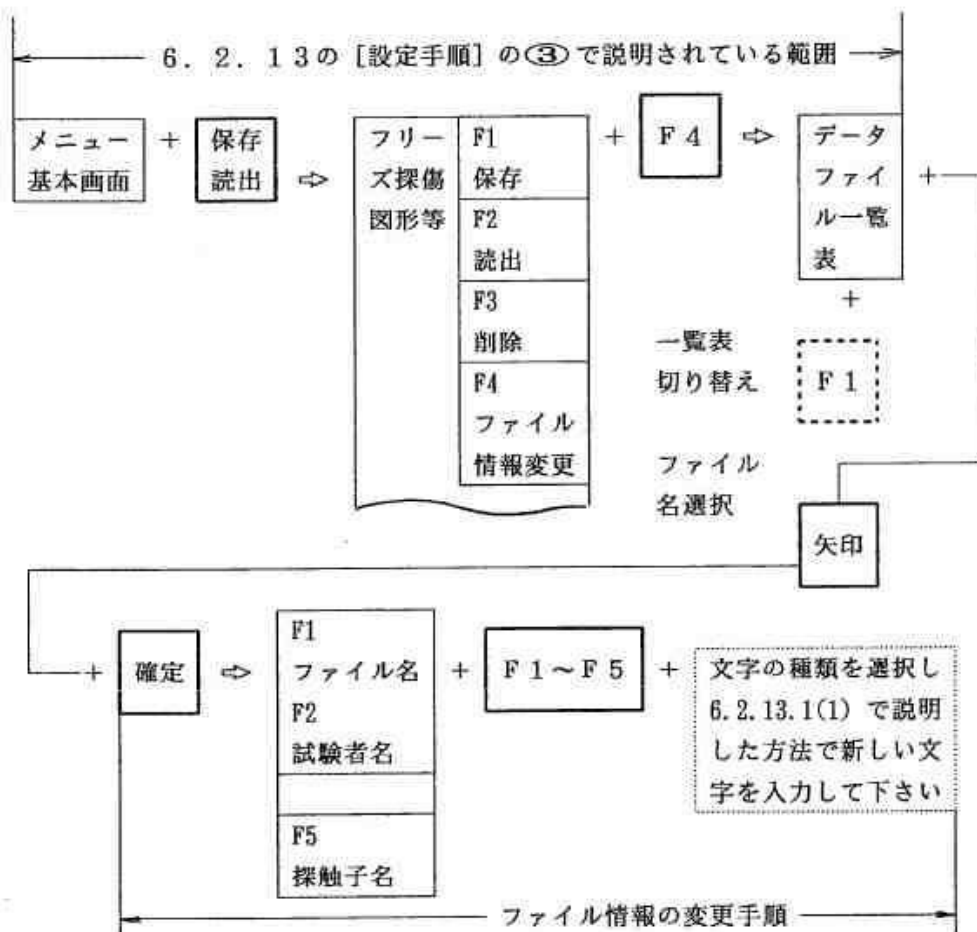

図 6.2.32-11 データファイル情報の変更方法
- ① 6. 2. 1 3の【設定手順】の③から説明します。確定キーを1回押します。
- ② 図 6.2.32-11の選択メニューが表示されますから、て選択キー【F4】を1回押します。ファイル情報を変更したいデータファイル名を矢印キーで選択した後、確定キーを1回押します。